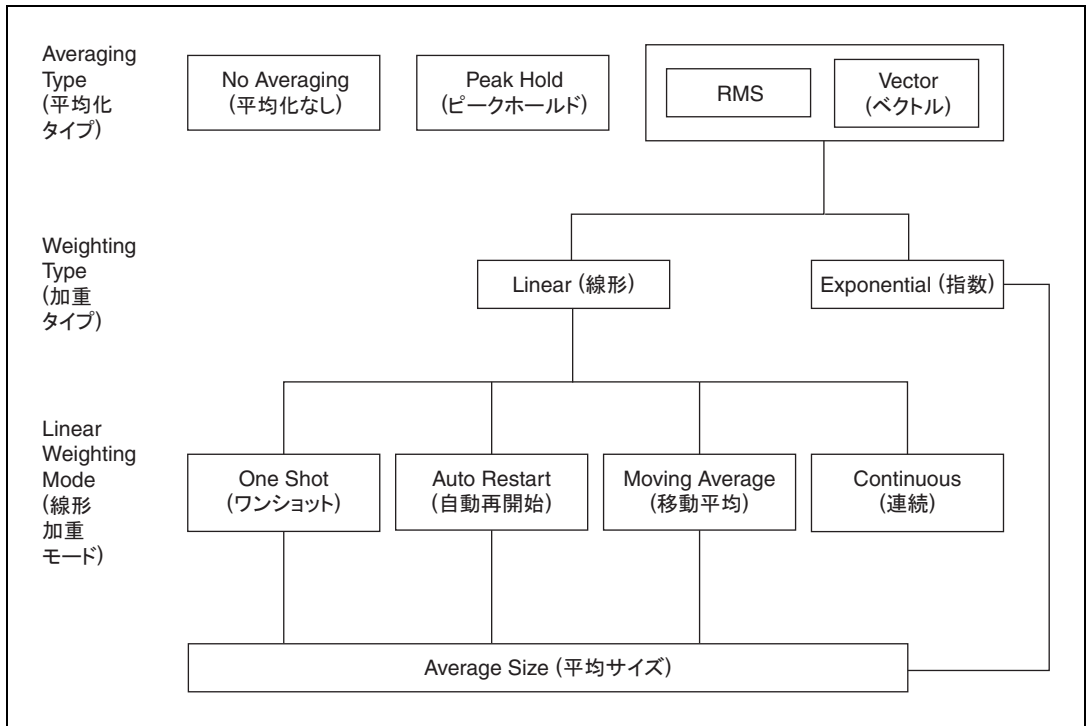

図 5 RFSA Demo Panel のスペクトル平均化のオプション
4. **Averaging Type** (平均化タイプ) で、返されるデータに適用される平均化を指定します。図 5 にスペクトル平均化のオプションの階層を示します。